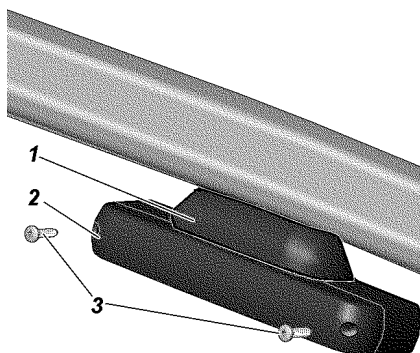

Рис. 9.49. Фонарь дополнительного сигнала торможения (UAZ PATRIOT): 1 -накладка фонаря; 2 -крышка фонаря; 3 -винты
**Фонарь дополнительного сигнала торможения.** На автомобиле UAZ PATRIOT установлен на внутренней панели двери задка (рис. 9.49). Для замены ламп снимите накладку 1, потянув ее на себя за верхнюю часть, отверните винты 3, выньте из корпуса фонаря крышку 2 в сборе с патронами и при помощи пинцета выньте лампу.